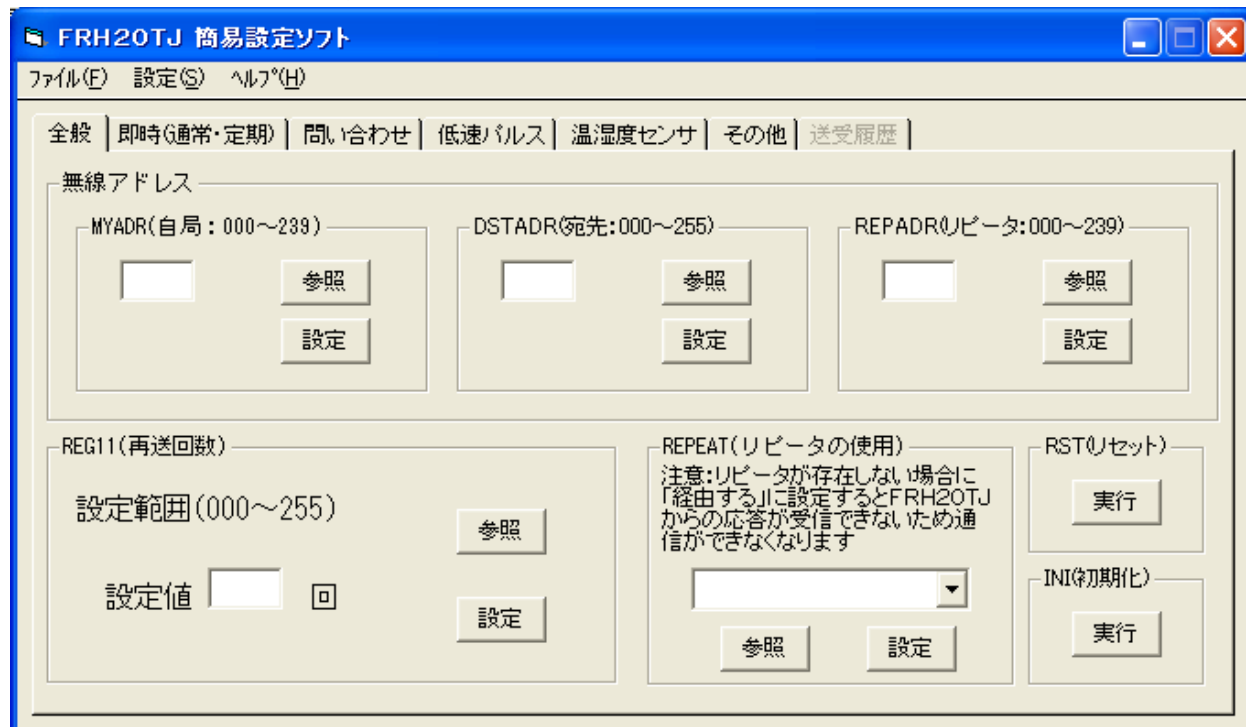

図5
4.1 項の設定が完了すれば、図5のダイアログが表示されます。
全般のタブには、FRH20の基本設定を行うことができます。(図5参照)